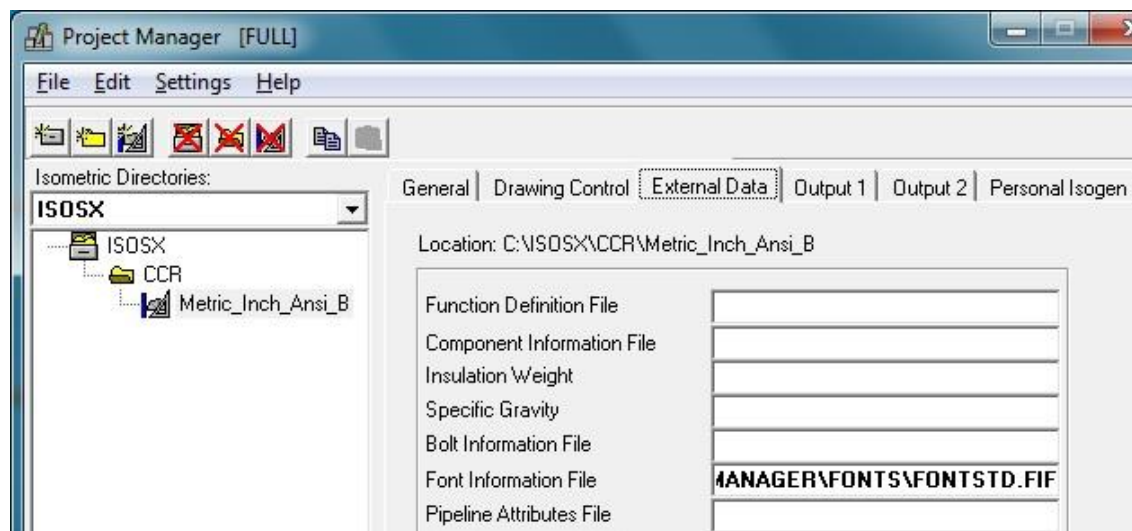

Figura 3. Pestaña "External data"
- 1 Ver figura 3, "External Data", aquí se debe asignar para "Font Information File" el tipo de fuente a usar para el texto. Es necesario enrutar y buscar el archivo personalizado.